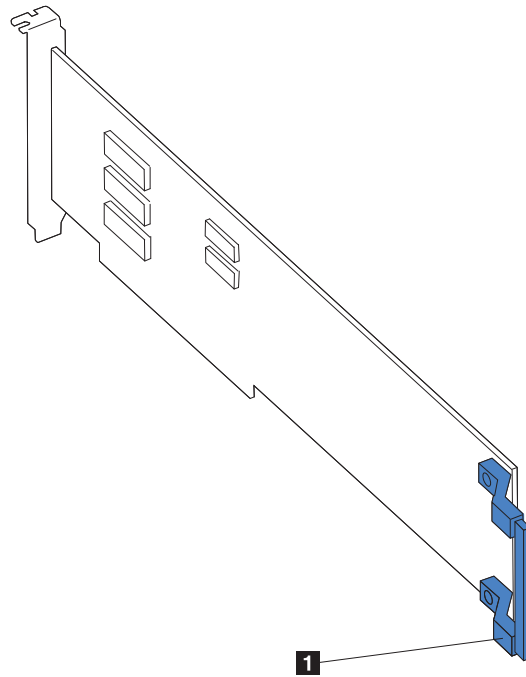

図 46. フルサイズ・アダプター上の、アダプター・ガイドの位置
- a. フルサイズ・アダプターをインストールする場合は、アダプター・ガイドがあればそのガイドをアダプターの末端部より取り外します (図 46 を参照)。